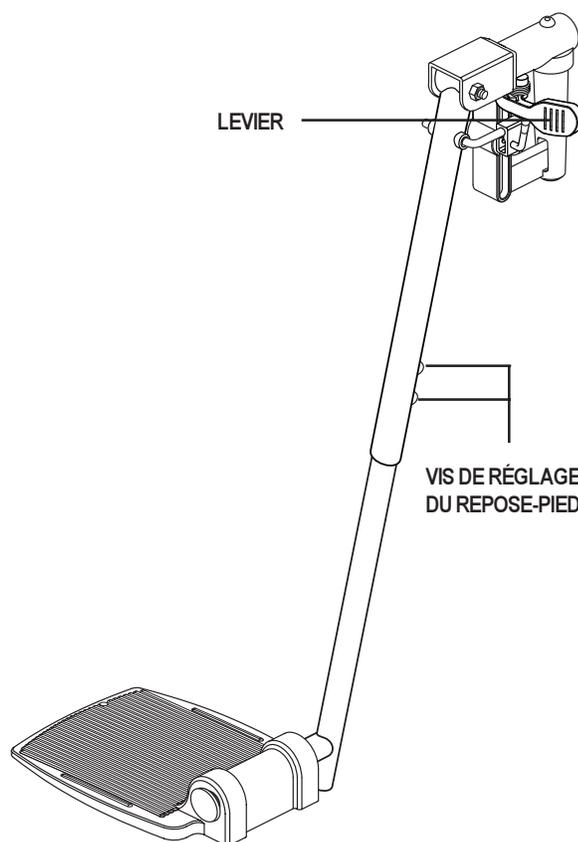

Figure 19. Repose-jambes éleveurs
1. Pesez sur le bouton de détente. Voir la figure 19.
1. Retirez les deux vis de réglage sur le côté de chaque rallonge des repose-jambes. Voir la figure 19.